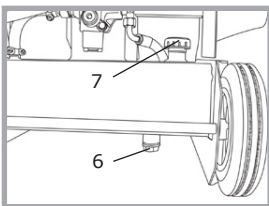

Abb. 10
Die Ablassschraube (6) befindet sich an der Unterseite vom Öltank. Die Einfüllschraube (7) befindet sich auf der rechten Oberseite des Tankes (siehe Abb. 10).